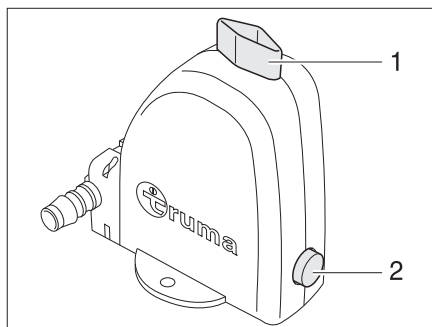

Figura 67 Válvula de seguridad/purga de la caldera
La caldera está equipada con una válvula de seguridad/purga (Figura 67). La válvula de seguridad/purga evita que el agua de la caldera se congele cuando no esté conectada la calefacción en caso de helada. La válvula de seguridad/purga está integrada en la calefacción o en los compartimentos de almacenamiento del piso debajo de la mesa.
- Cerrar la válvula de seguridad/purga. Para ello girar el botón giratorio (Figura 67,1) a la posición transversal en referencia a la válvula de seguridad/purga y hundir el pulsador (Figura 67,2).
- Abrir la válvula de seguridad/purga. Para ello girar el botón giratorio (Figura 67,1) a lo largo de la válvula de seguridad/purga. El pulsador (Figura 67,2) salta afuera. La caldera se vacía hacia fuera a través de la válvula de seguridad/purga.